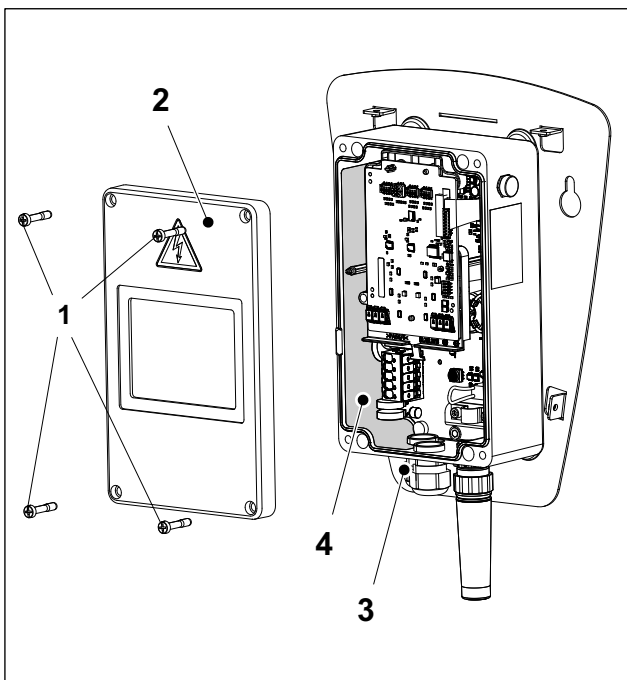

Abb. 4 Wallbox Energy Control, geöffnetes Elektronikgehäuse
1. Die vier Schrauben (Abb. 4/1) lösen und den Deckel des Elektronikgehäuses (Abb. 4/2) abnehmen.
2. Die Kabelverschraubung ESKV25 (Beipackzubehör) mit dem dazugehörigen Dichtring EADR25 (Beipackzubehör) in das Elektronikgehäuse einschrauben (Abb. 4/3) und festziehen (8 Nm).
5. Die Hinweise auf dem Aufkleber (Abb. 4/4) beachten und danach den Aufkleber an der Kabelführung durchstoßen.